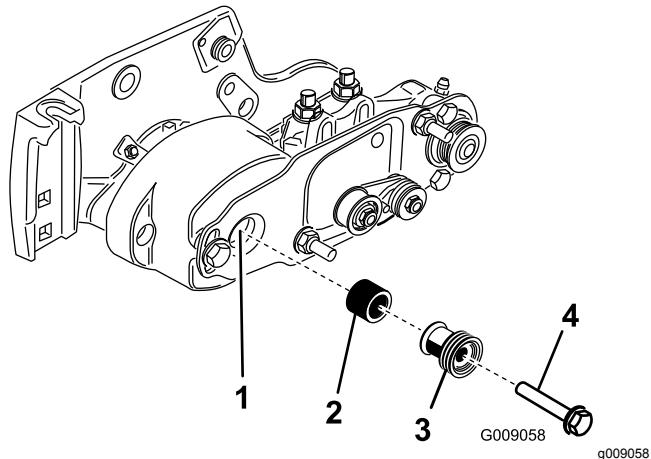

Figure 15
19. Insérez l'entretoise sur l'arbre du logement de roulement (Figure 15).
20. Insérez la poulie d'entraînement dans l'entretoise et sur l'arbre d'entraînement (Figure 15). Assurez-vous que les languettes de la poulie sont placées dans la fente de l'arbre d'entraînement.
21. Fixez la poulie et l'entretoise à l'arbre d'entraînement au moyen d'un boulon à embase ($\frac{3}{8}'' \times 2''$) (Figure 15).